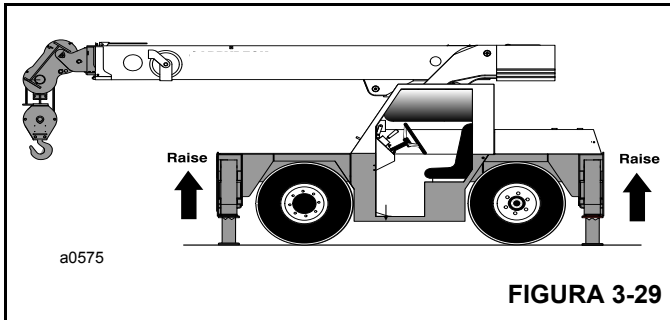

FIGURA 3-29
- Oprima la parte inferior del interruptor de extensión/retracción (2).
- Presione el pedal acelerador para aumentar la velocidad del motor, lo cual acelerará el movimiento hacia arriba de los gatos (Figura 3-29). Suelte el pedal acelerador y el interruptor cuando los gatos estén completamente retraídos.